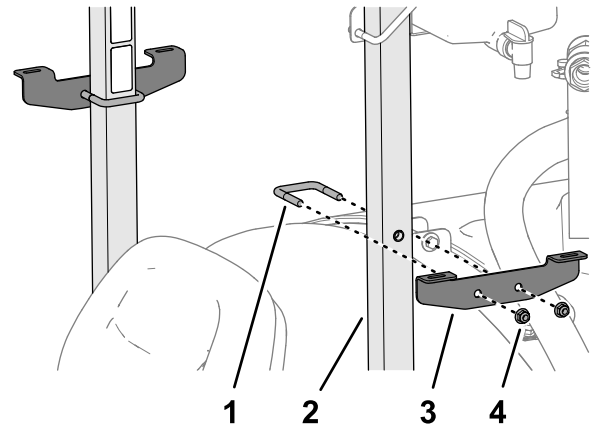

Figura 27
3. Instale el soporte de montaje en el tubo de la barra antivuelco (Figura 27) con un perno en U y 2 contratuercas con arandela prensada ($\frac{3}{8}$ ").